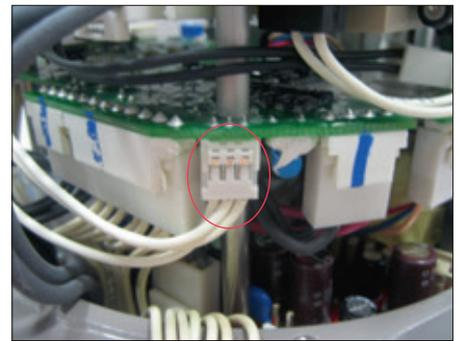

Abb. 36
- Schließen Sie das 3-polige Verbindungskabel der OM13-Karte an die Logikkarte an (Abbildung 36).